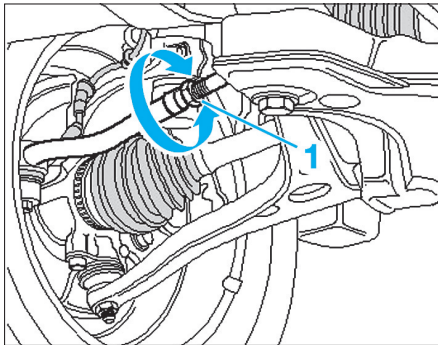

Fig. 1
- Le parallélisme se règle par l'allongement ou le raccourcissement de la longueur des biellettes de direction, en les tournant par leur empreinte hexagonale, après avoir desserré le contre-écrou (1) (Fig.1).